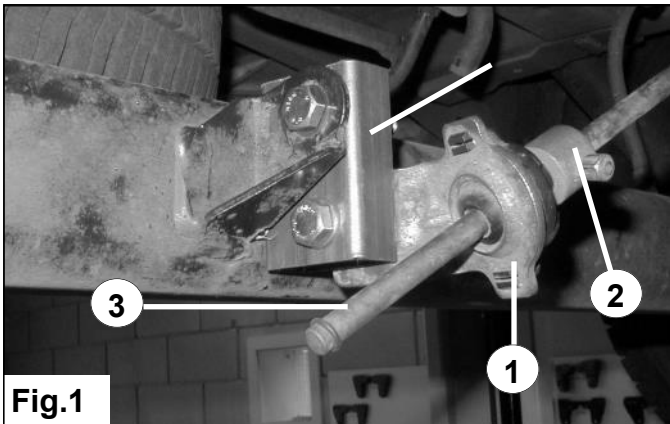

Fig.1
3. Monte la funda según **A** se indica en la fig. 1, utilizando los pernos y tuercas incluidas en el paquete.